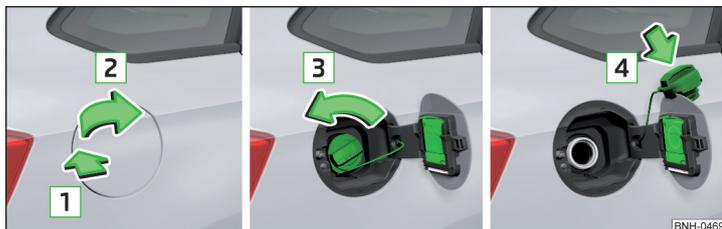

Fig. 150 Abrir la tapa del depósito/ desenroscar el cierre del depósito/ colocar el cierre del depósito en la tapa del depósito
En el lado interior de la tapa del depósito de combustible se indican el combustible prescrito para su vehículo » fig. 150 de la pág. 147.
- Presionar la tapa del depósito en el sentido de la flecha **1** » fig. 150.